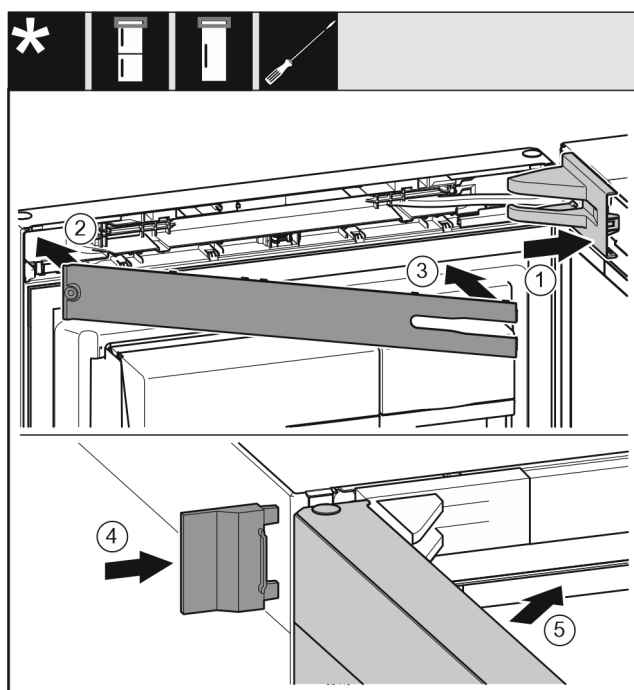

Fig. 22
- Poser et enclencher le cache du support de palier, l'introduire en appuyant délicatement. Fig. 22 (1)
- Poser le cache. Fig. 22 (2)
- Incliner le cache et l'enclencher. Fig. 22 (3)
- Enfiler le cache extérieur. Fig. 22 (4)
- Fermer la porte supérieure. Fig. 22 (5)